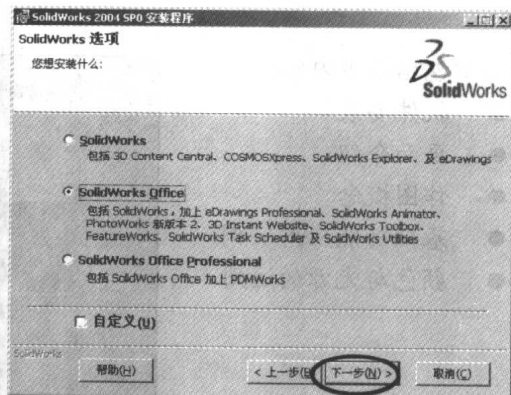

图 1-3
2. 选择 (SolidWorks Office) 选项, 单击【下一步】, 如图 1-3。